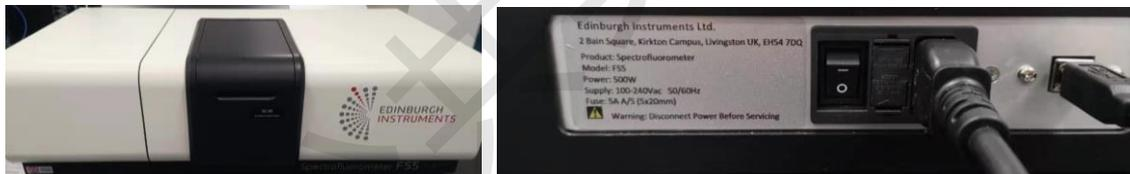

图 4-1 爱丁堡 FS5 荧光光谱仪的正面和右侧面
4.1.1. 如图 4-1 所示, 爱丁堡 FS5 荧光光谱仪的正面和右侧面, 主机电源键在仪器右侧面, 开机时直接按下打开仪器, 显示图 4-2 的绿灯亮 (左边)。